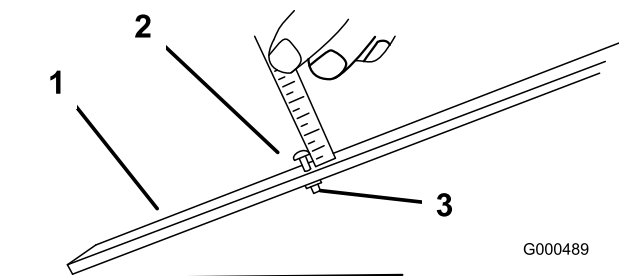

Figure 9
2. Desserrez l'écrou du gabarit et tournez le boulon de réglage de manière à obtenir la hauteur de coupe voulue (**Figure 9**). L'écartement entre la base de la tête du boulon et la face du gabarit correspond à la hauteur de coupe.